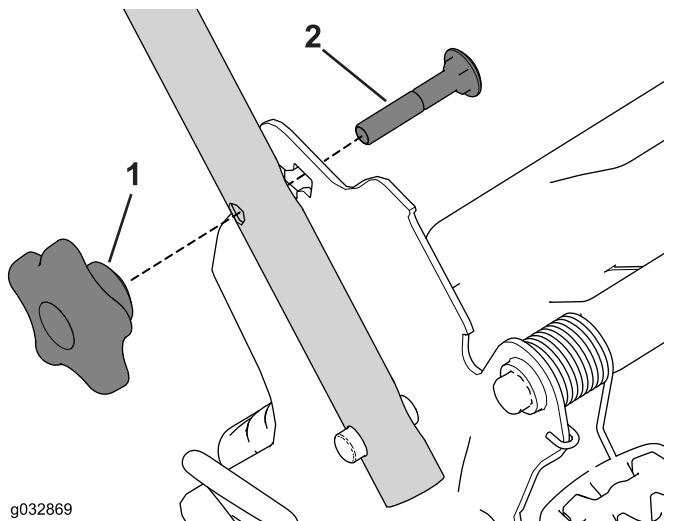

Figuur 27
1. Verwijder de elektrische startknop (Figuur 27).